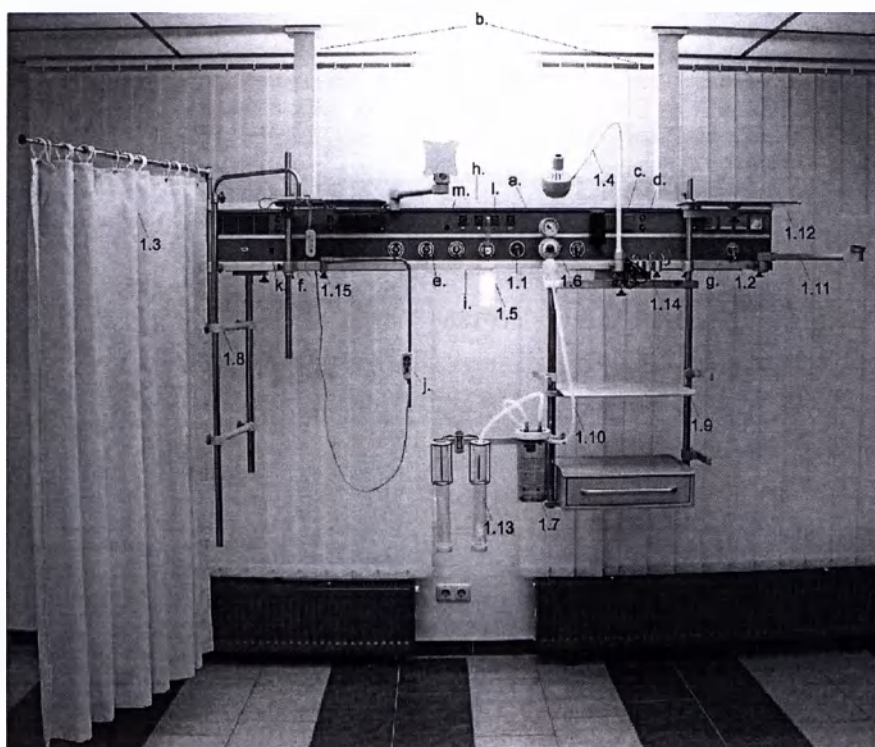
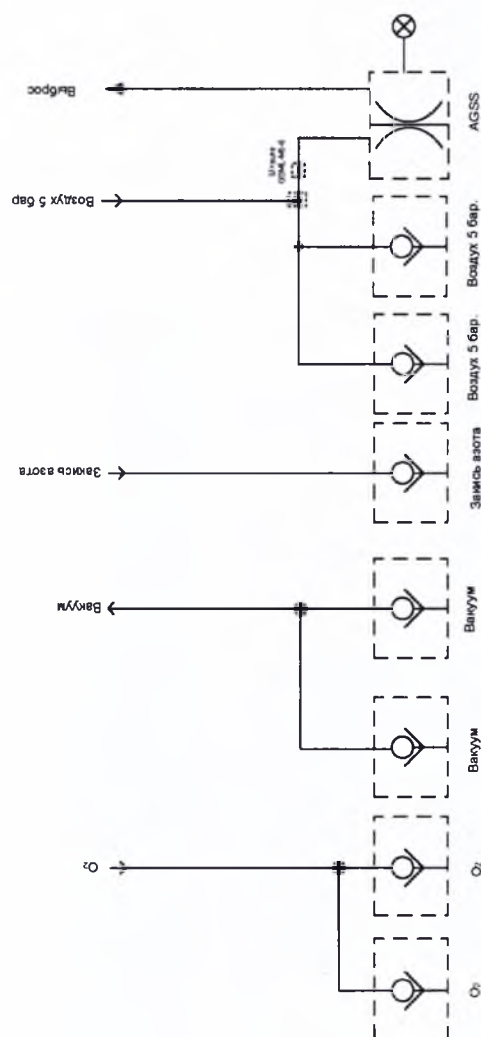
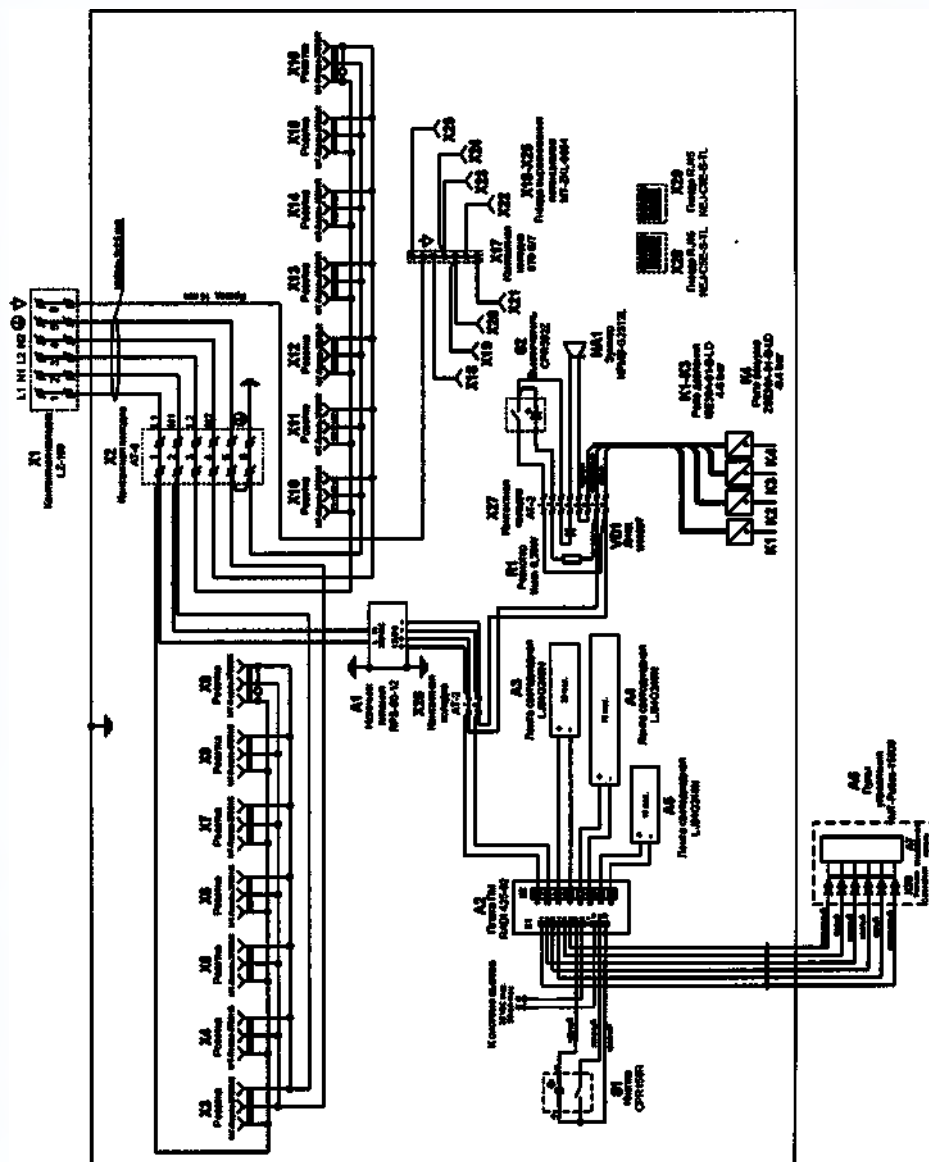

Рис. 1 Общий вид и составные части медицинского изделия
Рис. 2 Схема пневматическая потолочной консоли
Рис. 3 Схема электрическая потолочной консоли
- 6.3. Общий вид и составные части медицинского изделия – на Рис. 1, пневматическая схема – на Рис. 2, электрическая схема – на Рис. 3,
- Изделие оснащено встроенным **МНОГОРОЗЕТОЧНЫМ СЕТЕВЫМ СОЕДИНИТЕЛЕМ** (см. рис. 3, розетки X1-X3 и X4-X6). Подсоединение электрических изделий к **МНОГОРОЗЕТОЧНОМУ СЕТЕВОМУ СОЕДИНИТЕЛЮ** фактически приводит к созданию **МЕДИЦИНСКОЙ ЭЛЕКТРИЧЕСКОЙ СИСТЕМЫ**, что в результате может снижать уровень безопасности согласно стандарту ГОСТ Р МЭК 60601-1-2010.